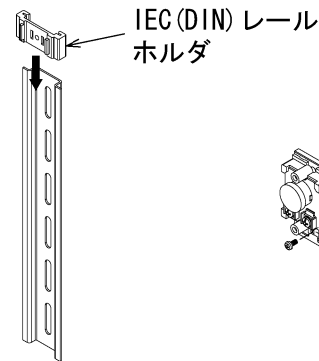

図4
- ① IEC(DIN) レールに付属のIEC(DIN) レールホルダをはめ込んでください。(図4)